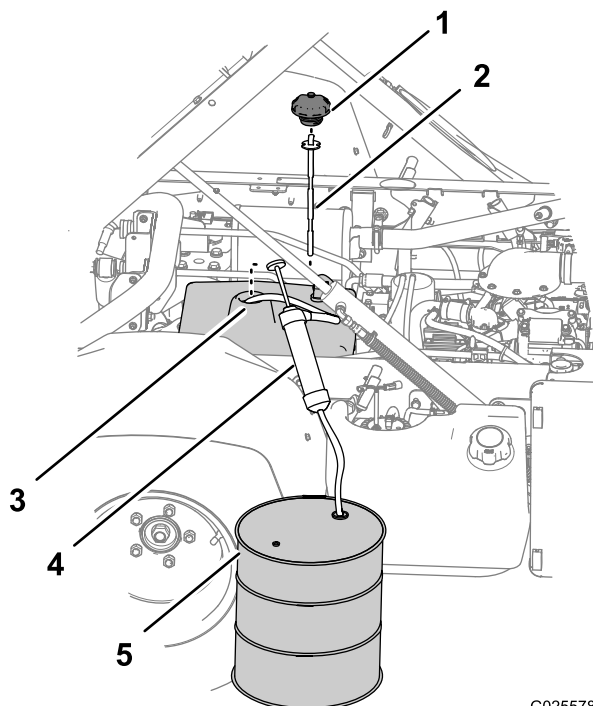

Bild 91
3. Entfernen Sie den Deckel und Peilstab vom Füllstutzen des Behälters (Bild 91).
4. Verlegen Sie den Zulaufschlauch des Absauggeräts durch den Füllstutzen des Hydraulikbehälters zur Unterseite des Behälters (Bild 91).
5. Stecken Sie den Auslaufschlauch des Absauggeräts in einen Auffangbehälter (Bild 91), der ein Fassungsvermögen von 11,4 l hat; Fassungsvermögen für Nicht-TC-Modell und für Nicht-TC-Modell mit der Hochflusshydraulik oder TC-Modell ist 18,9 l.
7. Entfernen Sie das Absauggerät vom Behälter (Bild 91).
8. Füllen Sie 7,5 l (für Nicht-TC-Modell, Nicht-TC-Modell mit Hochflusshydraulik (Option) oder TC-Modell 15,1 l) der angegebenen Hydraulikölsorte in den Hydraulikbehälter (Bild 91).
9. Setzen Sie den Peilstab ein und den Deckel auf dem Füllstutzen des Hydraulikbehälters auf (Bild 91).